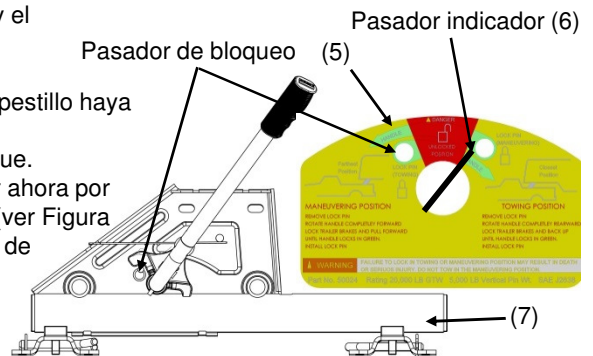

Figura 18
5. Regrese al vehículo. Libere el freno de emergencia. Active manualmente el freno del remolque y reverse el vehículo hasta que el deslizador de Quinta Rueda REESE™ frene cerca de la pata con perno (Figura 12) y el pestillo se enganche en la posición de remolque (Ver Figura 18).
- B. Si el deslizador no se mueve, el pestillo ha activado los tubos (7) y el deslizador debe estar fijo en la posición de remolque.
- C. Si el deslizador se mueve, el pestillo no ha activado los tubos (7)
- D. **¡NO REMOLQUE!** Repita los pasos 1 - 6 anteriores hasta que el pestillo haya activado el tubo (7).
7. Examine la etiqueta de advertencia (5). El pasador indicador (6) debe estar ahora por encima del área verde en el lado derecho de la etiqueta de advertencia (5) (ver Figura 18). Si el pasador indicador (6) está por encima del área roja en la etiqueta de advertencia (5), el pestillo no ha activado los tubos (7). **¡NO REMOLQUE!** Repita los pasos 1 - 6 anteriores.